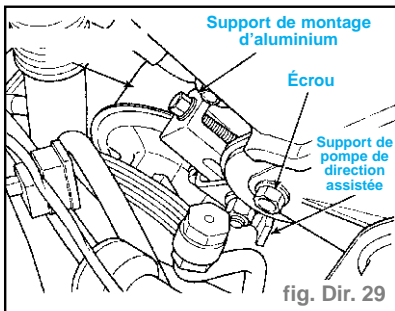

fig. Dir. 29
- Desserrer sans le déposer l'écrou fixant le support avant de pompe de direction assistée au support de montage en aluminium. (fig. Dir. 29)
- Serrer l'écrou supérieur et le boulon inférieur du support de montage avant de la pompe de direction assistée au couple de **5,4 daN.m**. (fig. Dir. 29)